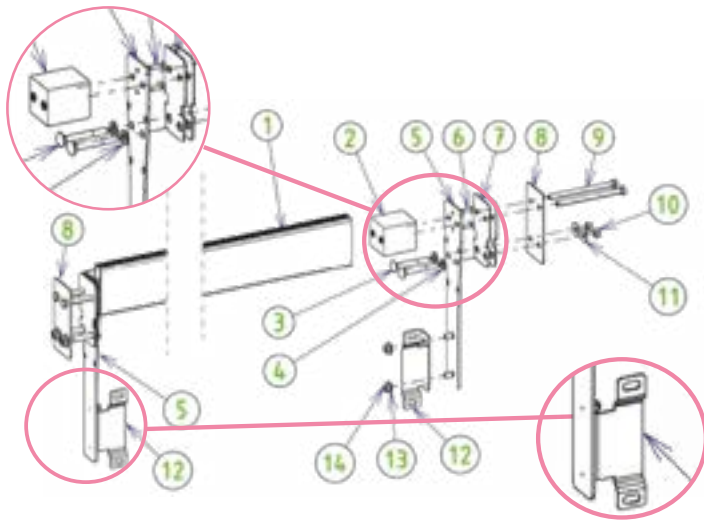

Figure 43 – Assemblage et montage de la poutre
Pour finir, fixez la paroi de séparation sur les équerres (pièce 12 de la *Figure 43*) grâce à quatre vis (7) à tête poêlier 8 × 16, quatre rondelles et quatre écrous de diamètre 8 mm en inox A4.